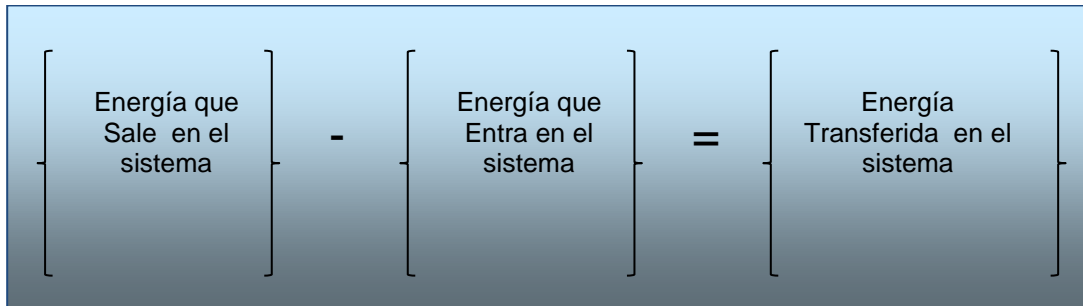

Figura 7. Ecuación general de balance de energía.
- Observa la figura 7 que representa el diagrama de flujo del proceso.